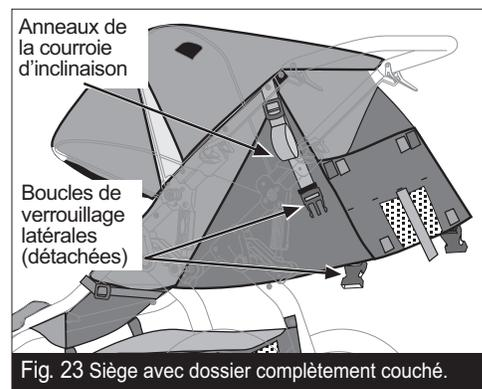

Fig. 23 Siège avec dossier complètement couché.
Pour incliner complètement le dossier, détachez les boucles de verrouillage latérales derrière le dossier (Fig. 23).
- ▲ **AVERTISSEMENT** : Lorsque le siège est complètement incliné (Fig. 23), il y a plus de risque que la poussette bascule vers l'arrière, ce qui peut entraîner un accident ou des blessures car le siège et (ou) l'occupant pourraient heurter le sol avant le guidon.